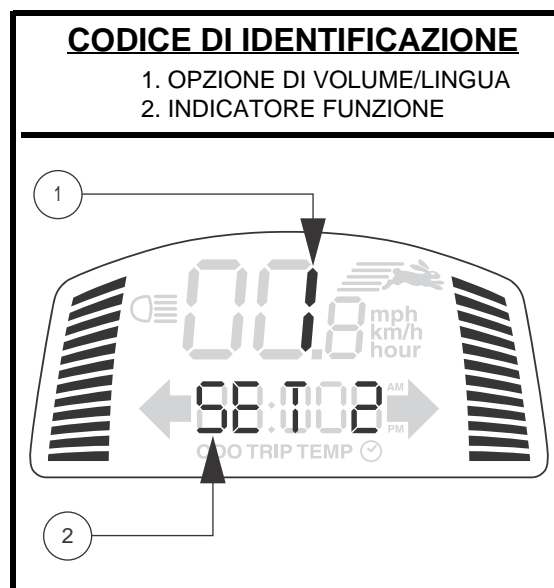

Figura 3. Visualizza controllo del volume
**NOTA:** Gli indicatori di svolta sono temporizzati per spegnersi dopo 15 secondi. Un segnale acustico suona per tutto il tempo in cui l'indicatore di direzione è acceso. Per il controllo del volume consultare la figura 3.
*NOTA: I lampeggiatori restano attivi e viene emesso un segnale acustico per tutto il tempo in cui le luci di emergenza rimangono accese. Per il controllo del volume consultare la figura 3.*
Il volume del segnale acustico per luci di emergenza, clacson, bassa tensione delle batterie, indicatori di svolta e messaggio di errore può essere attivato o disattivato separatamente. **Vedere figura 3.**